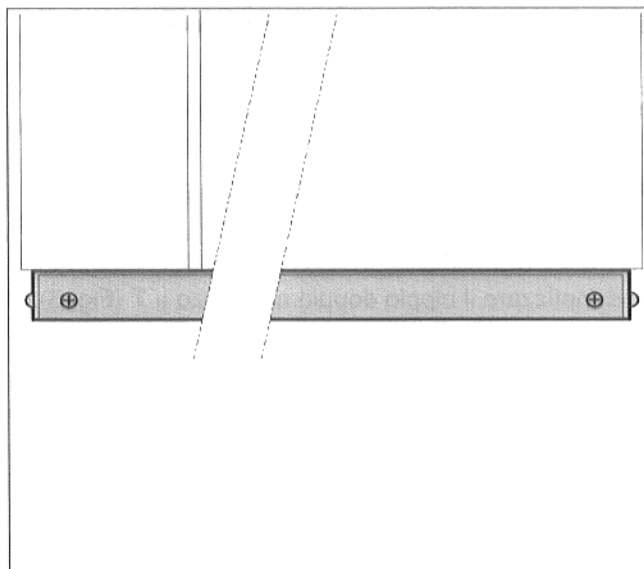

Fig. 2: supporto G-MAG
- Montare alla parete il supporto per il vaso di espansione (Fig. 2).